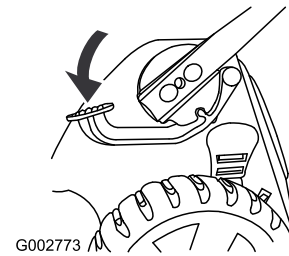

Figura 51
1. Pise el pedal y manténgalo pisado (Figura 51).